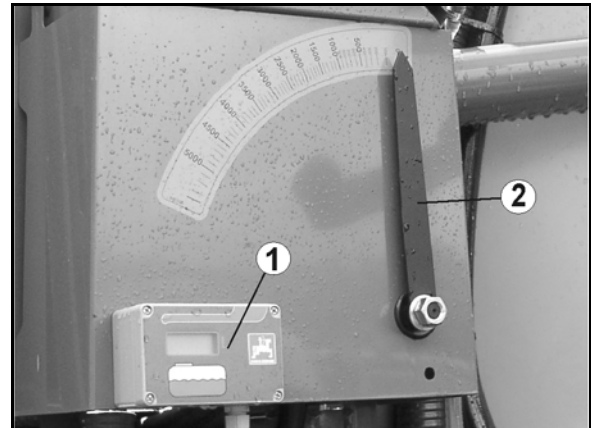

Bild 52
- Stödbenet upphissad vid drift eller transport (Bild 52).
1. Lossa låssprinten (Bild 52/2).
2. Dra ut bulten (Bild 52/3).
3. Höj eller sänk stödbenet med handtaget (Bild 52/4).
5. Sänk/höj stödbenet ytterligare med hjälp av handveven (Bild 52/5).